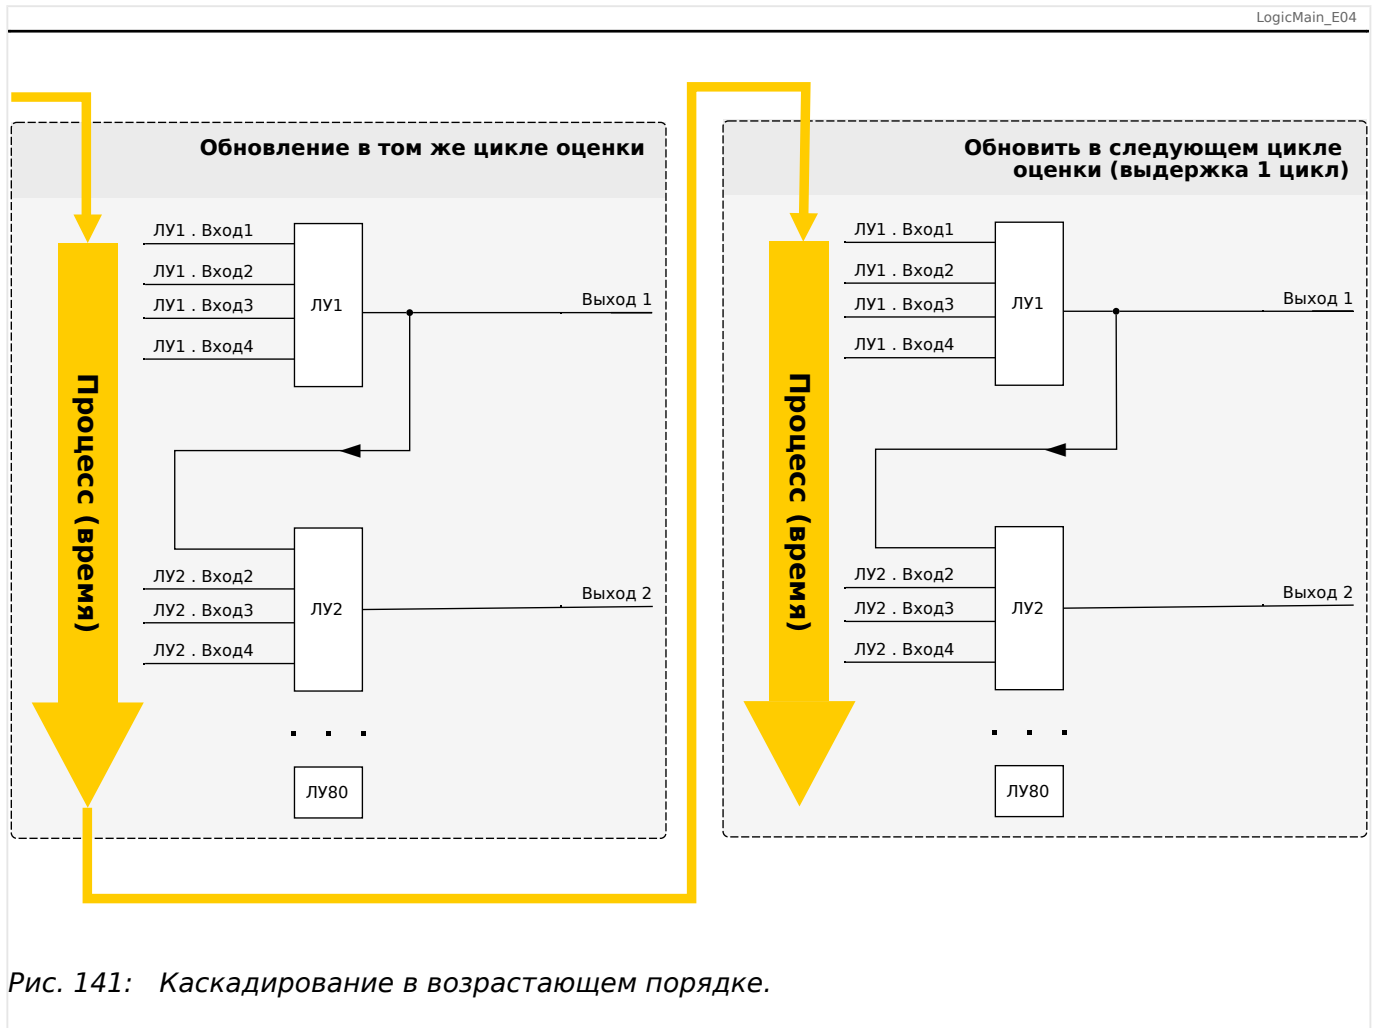
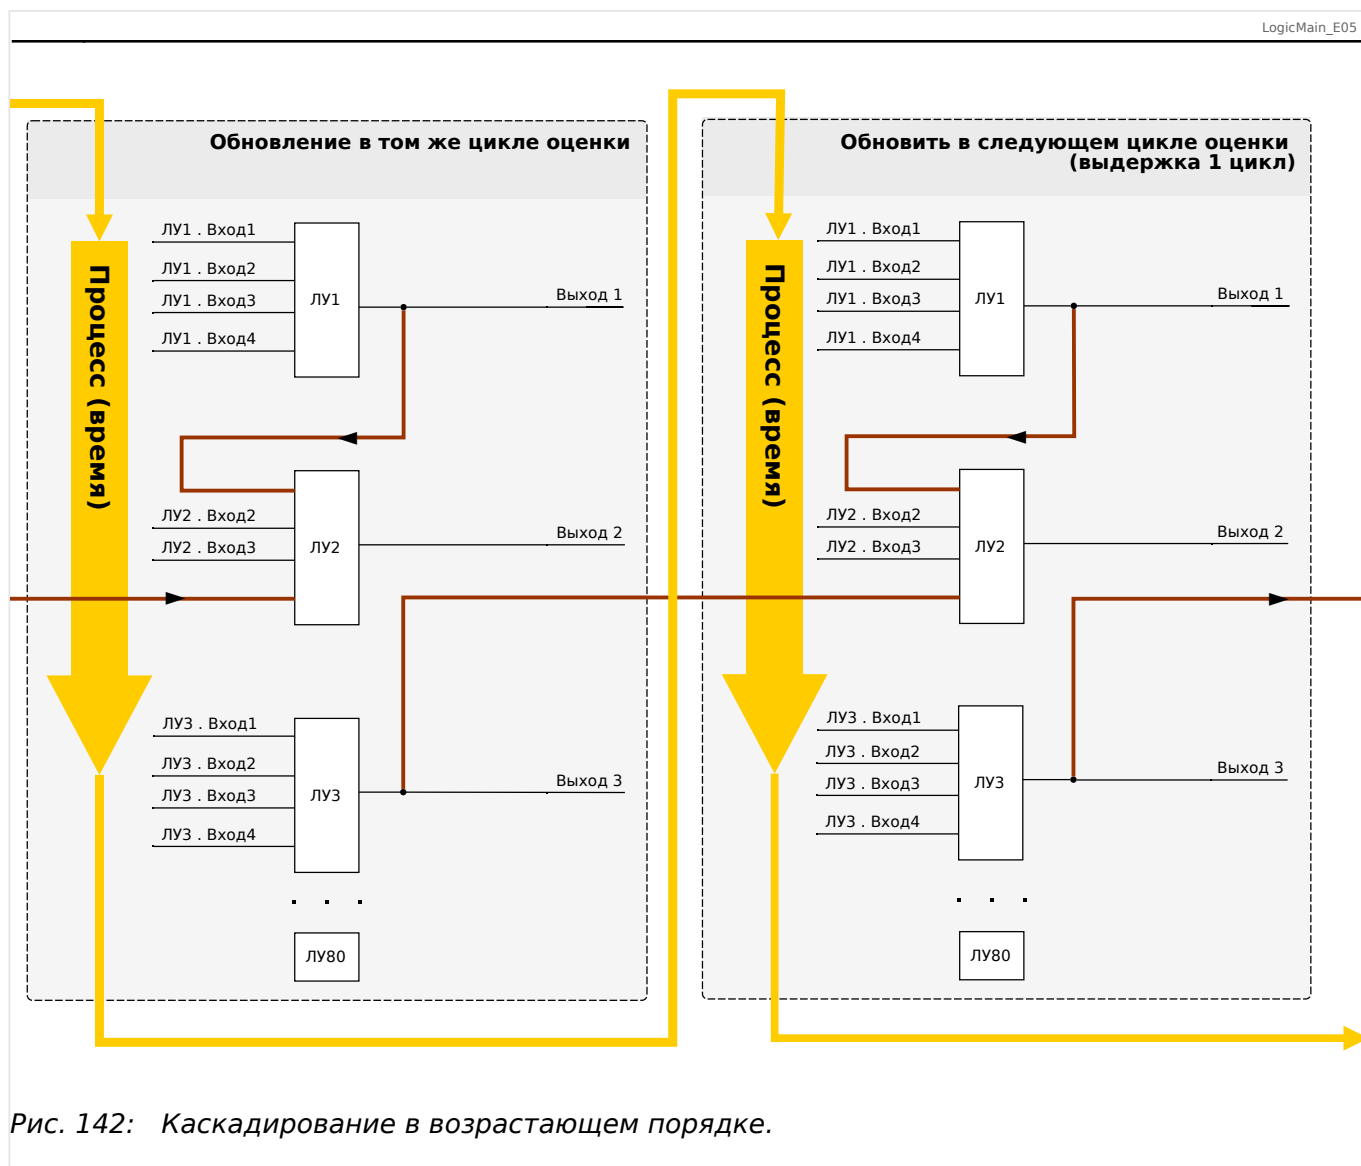

Рис. 141: Каскадирование в возрастающем порядке.
Рис. 142: Каскадирование в возрастающем порядке.
- **Возрастающий** порядок означает, что некий выходной сигнал поступает на вход одного из логических уравнений с **более высоким** номером. На приведенном ниже графике  Рис. 141 приводится пример, когда результат логического уравнения ЛУ1 используется в качестве входного сигнала для логического уравнения ЛУ2.
- **Нисходящая** последовательность означает, что некий выходной сигнал поступает на вход одного из логических уравнений с **меньшим** номером. На графике  Рис. 142 приводится пример, когда результат логического уравнения ЛУ3 используется в качестве входного сигнала для логического уравнения ЛУ2.
И возрастающий, и убывающий порядки можно не только использовать, но и комбинировать, при этом разница будет заметна не сразу. Однако, как показано в разделах  Рис. 141 и  Рис. 142 ниже, благодаря определению состояний всех уравнений в возрастающем порядке фактические рабочие значения, поступающие на вход любого из них, будут иной степени зрелости.
В представленном выше примере  Рис. 142 для «логического уравнения 2» используются состояния выходов двух других уравнений — «логического уравнения 1» и «логического уравнения 3». Результат «логического уравнения 1» используется в возрастающем порядке и, следовательно, определен в ходе того же рабочего цикла. Результат «логического уравнения 3» используется в убывающем порядке и, следовательно, определен в ходе предыдущего рабочего цикла.